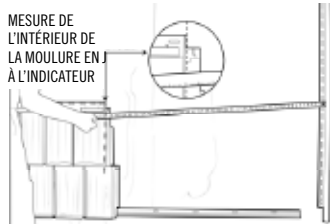

Figure 28
1. Mesurer de l'intérieur de la Moulure en J jusqu'à la jauge de température. Voir Figure 28. (Note : Laisser de l'espace pour dilatation/contraction à l'intérieur de la Moulure en J)